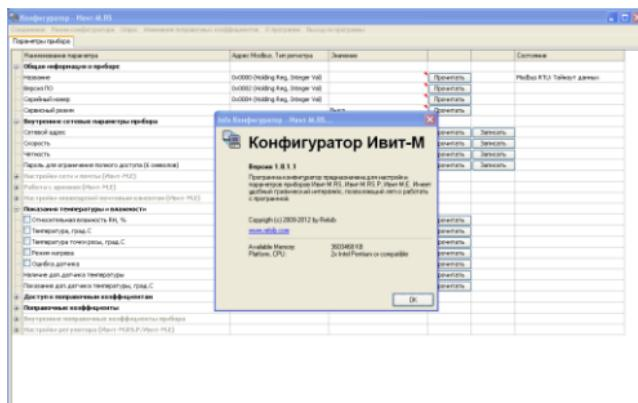

Рисунок 6 – Окно конфигуратора
7.4.2 Для конфигурирования настроек служит ПО «ИВИТ-М» (config-ivit.exe) (рисунок 6).